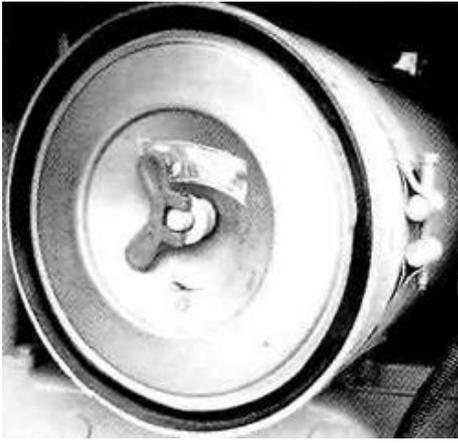

Рис. 6-31
- а. Удалить гайку и внешний фильтр (см. Рис. 6-31 и 6-33).